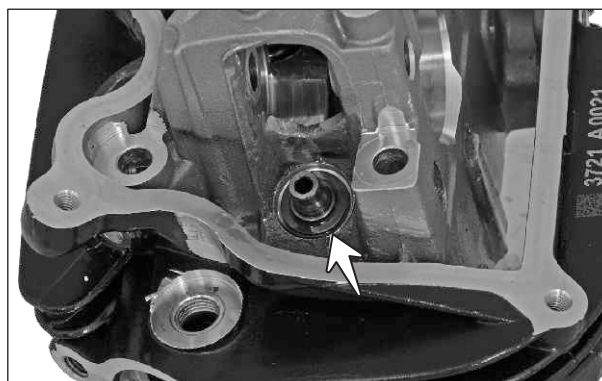

Fig. 3.55
- Retire los asientos de los resortes de las válvulas. (Fig. 3.55)